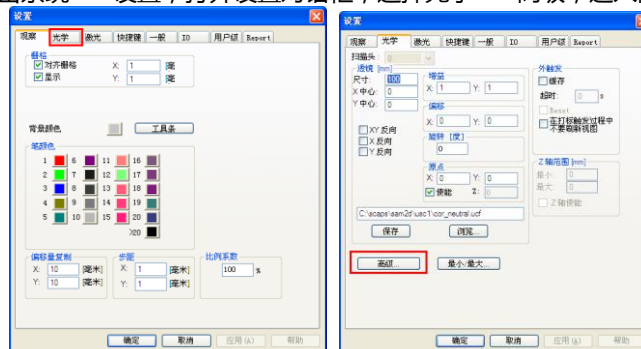

图 18
- 1) 打开 SAMLIGHT 软件, 点击系统—>设置, 打开设置对话框, 选择光学—>高级, 进入高级设置, 如图 18: